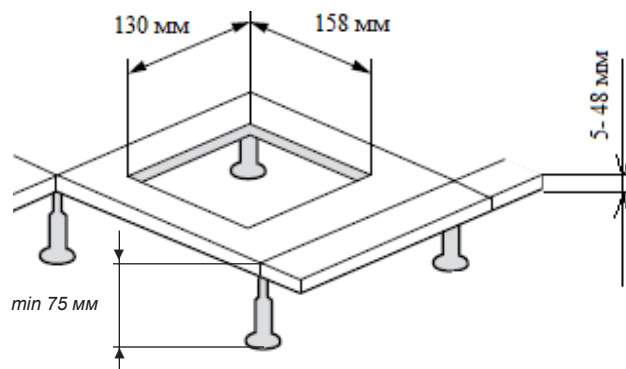

Рис. 2
1. Вырезать монтажное отверстие размером: 130 x 158 мм (рис. 2).